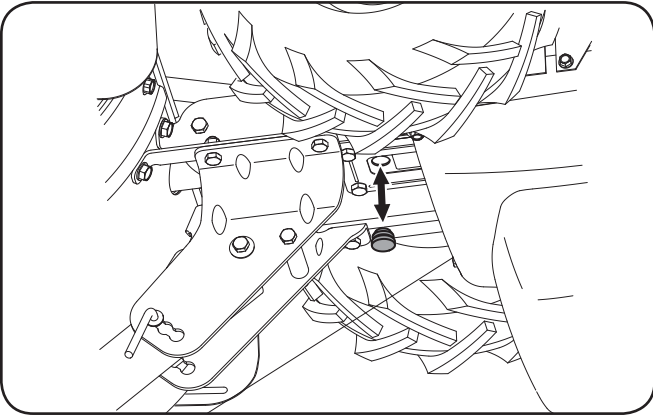

Figure 7-2
3. Enlevez la vis hex. à rondelle. (1/4-20 x 0,500 po) et la rondelle plate (0,28 x 0,74 x 0,500 po) qui se trouvent sur la gauche du couvre-courroie, ainsi que la vis hex. à rondelle. (1/4-20 x 0,500 po) qui se trouve sur la droite du couvre-courroie. Retirez le couvre-courroie. Voir la Fig. 7-2.